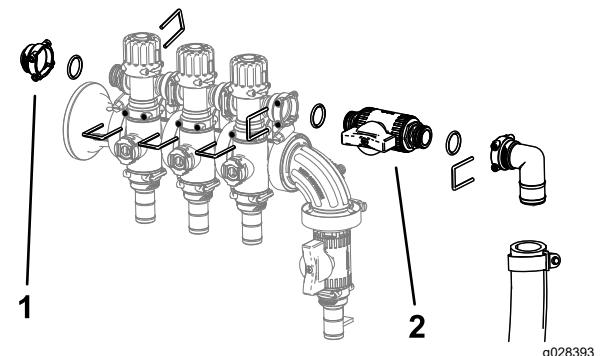

Figura 6
5. Instale o conjunto de ajuste de purga, a tampa fêmea, os anéis de vedação O-ring, a válvula de bloqueio e o conjunto de união e tubo utilizando os fixadores previamente removidos como se mostra na Figura 6.